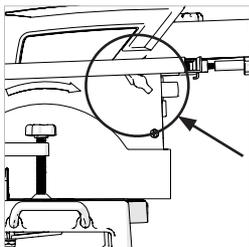

Fig. 23a
- Vergewissern Sie sich, dass sich der Sägertisch in der untersten Einstellung befindet (**s. Abb. 23a u. 23b**)
1. Einstellen der Sägertischhöhe (Abb. 23a u. 23b)